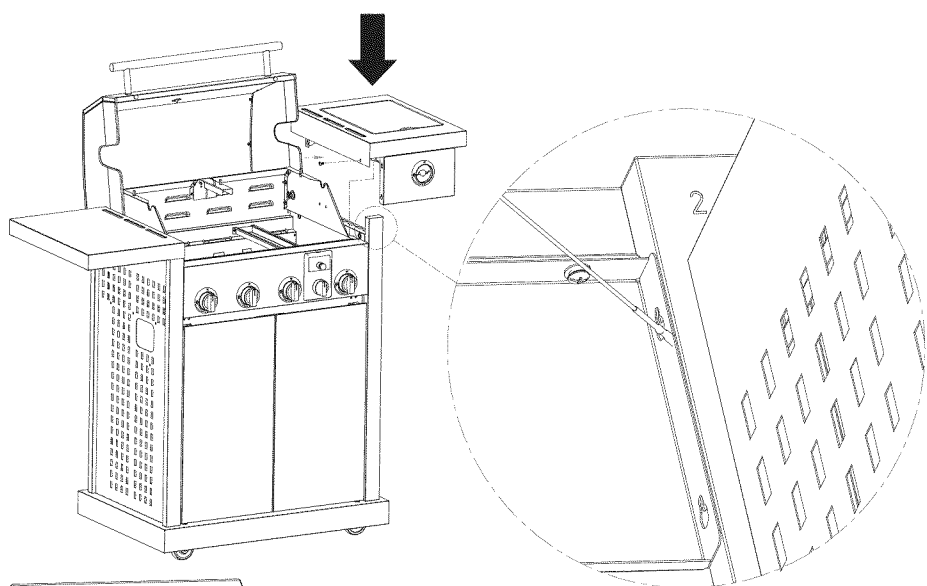

Fig. 10b
2. Cuelgue el estante en las patas frontales derechas y traseras derechas como puede verse en la **Fig. 10b**.
- Abra la tapa, sujete el estante derecho al panel lateral derecho de adentro hacia afuera de la cámara de combustión con un (1) tornillo M6 x 13 (acero inoxidable) como se indica en la **Fig. 10b**.